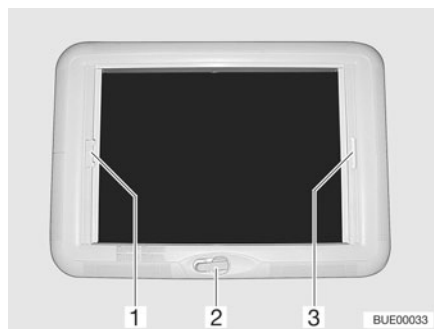

Fig. 57 Claraboya de manivela
- Girar la manivela (Fig. 57,2) hasta que se note resistencia (ángulo de apertura máx. 70°).
- Tirar del asidero (Fig. 57,3) del estor plegable y soltarlo en la posición deseada. El estor plegable se queda fijo en esta posición.
- Tirar del asidero (Fig. 57,1) de la protección contra insectos hacia el asidero opuesto del estor plegable (Fig. 57,3) y hacerlos engatillar.
- Presionar el tirador de la protección contra insectos (Fig. 57,1) por la parte de atrás hacia arriba y desengancharla del estor plegable (Fig. 57,3).